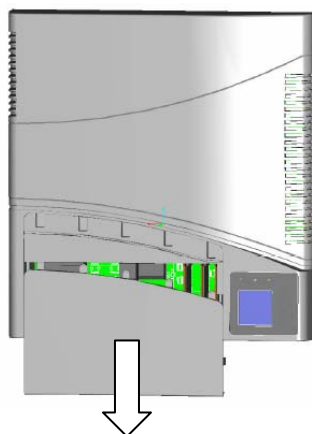

Fig. 6 - Modalità di apertura coperchio
- 1) Aprire lo sportello situato nella parte inferiore di AURORA, usando la chiave Torx TX10 fornita a corredo per svitare la vite che blocca lo sportello e facendolo slittare verso il basso (vedi Fig. 6). Al centro della zona scoperta dopo aver rimosso lo sportello e' visibile il foro per la vite di bloccaggio.